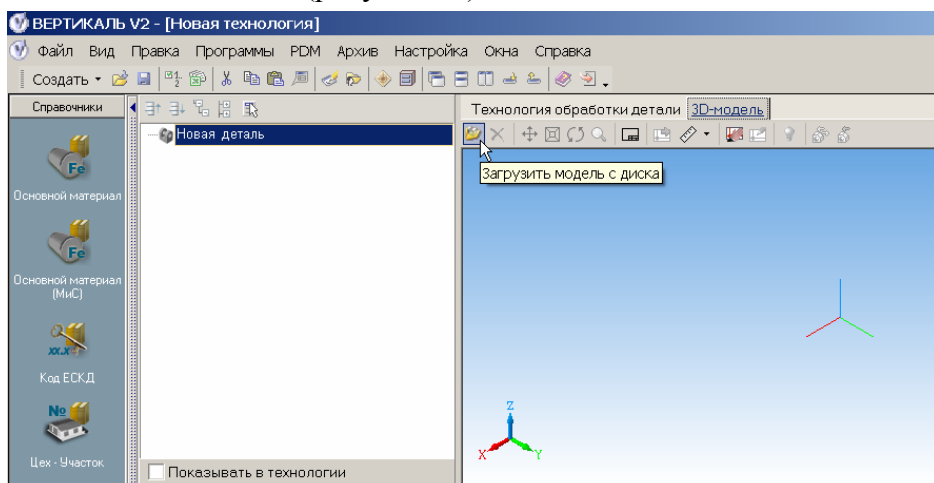

Рисунок 33 – Выбор загрузки модели
2.12.2 Для более наглядного представления о детали и последующего импорта данных производим подключение к технологии файлов 3D-модели и чертежа детали. Для подключения 3D-модели в дереве КТЭ переходим на вкладку 3D-модель и нажимаем кнопку на инструментальной панели  «Загрузить модель с диска» (рисунок 33).